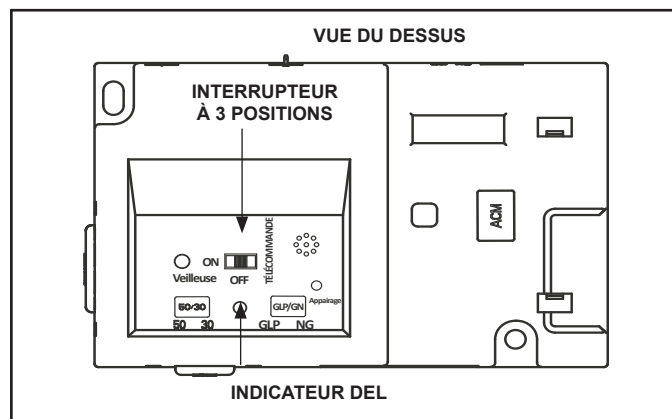

Figure 3.6. IFT-ECM
1. Le module de commande électronique (IFT-ECM) possède un commutateur de sélection à trois positions ON/OFF/REMOTE qui doit être réglé pour un bon fonctionnement. Voir la figure 3.6. Lorsque vous changez la position, il est important de faire une pause de 1 à 2 secondes dans chaque position.